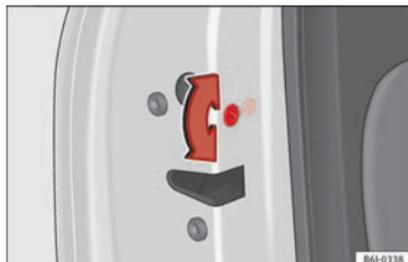

Fig. 82 Seguro para niños de la puerta izquierda.
para puertas izquierdas » **fig. 82** y en sentido horario para las puertas derechas.
- Con la puerta abierta, gire la ranura con la llave del vehículo en sentido anti-horario para puertas derechas y en sentido horario para las puertas izquierdas » **fig. 82**.